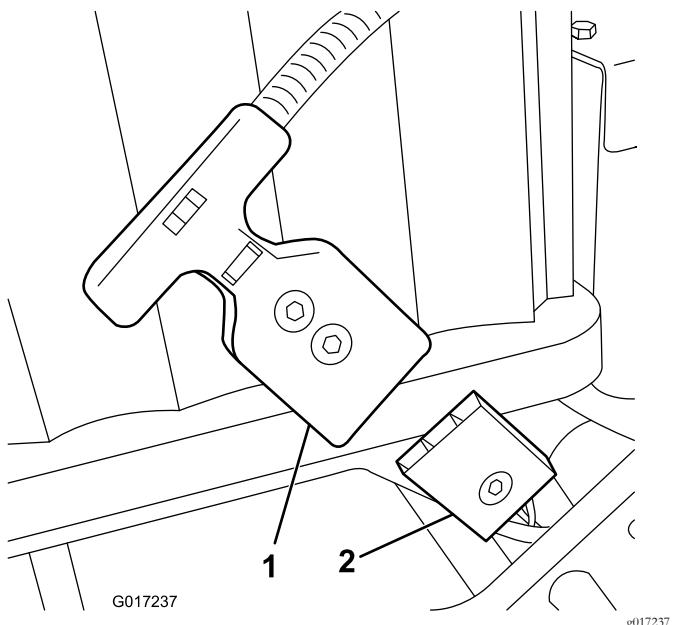

図 17
注 バッテリーパックを取り付けたままの状態ではバッテリーパックのソケットとマシンのワイヤハーネスを接続できない場合には、先にハーネスの接続を行い、それからバッテリーパックを取り付けるようにしてください。バッテリーのベースから主電源コネクタ図17を外す。説明にしたがってバッテリーにコネクタを取り付ける。バッテリーをベースに取り付け、付いているワイヤハーネスを対応する穴に通し、先ほど取り外した金具類を用いて主電源コネクタをバッテリーベースに固定する。
16. メインのワイヤハーネスからのT字コネクタを、バッテリーのベース部にある主電源コネクタに接続する図 17。